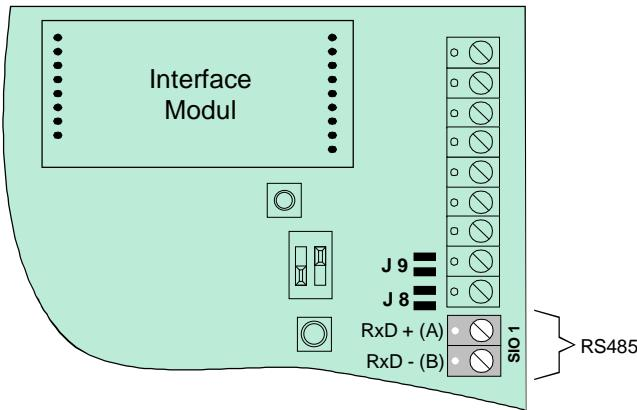

Abb. 9: Anschlussklemmen SIO 1
- Zur Aktivierung der Symmetriewiderstände beide Lötbrücken J8 + J9 schließen (siehe Abb. 9).